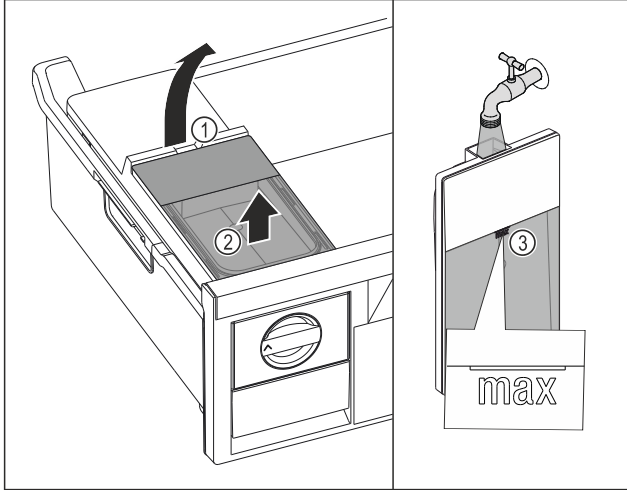

Fig. 103
- ▶ Повдигнете резервоара за вода при прореза Fig. 103 (1).
- ▶ Извадете резервоара за вода нагоре. Fig. 103 (2)
- ▶ Напълнете резервоара за вода до маркировката Fig. 103 (3) с питейна вода.